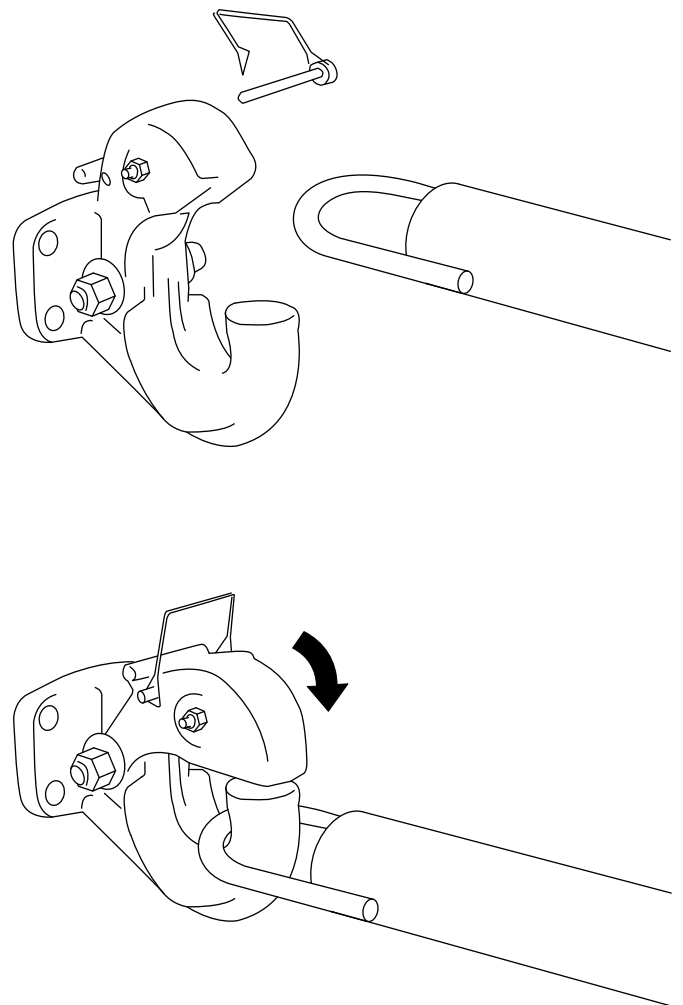

Figura 24
- Retire el pasador del gancho de arrastre y abra el gancho (Figura 24).
- Coloque la argolla de la barra de tracción sobre el gancho de arrastre (Figura 24).
- Cierre el segmento superior del gancho de arrastre y sujételo con el pasador (Figura 24).